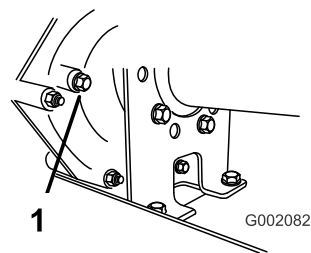

Рисунок 56
2. Выверните болт из отверстия индикации уровня жидкости (Рисунок 56).